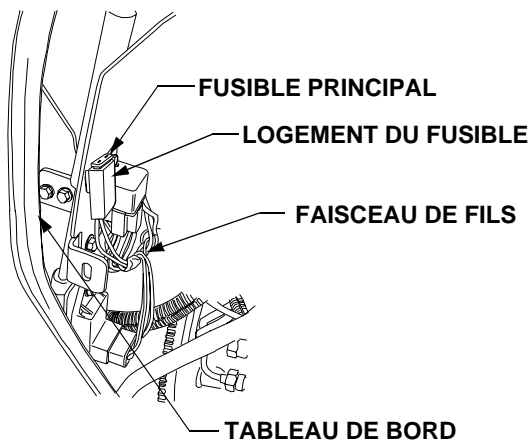

Figure 42
- Localisez le support du fusible à l'avant de la cloison séparatrice : à l'intérieur du côté droit du tableau de bord. Voir la Figure 42.